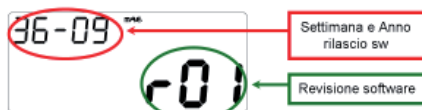
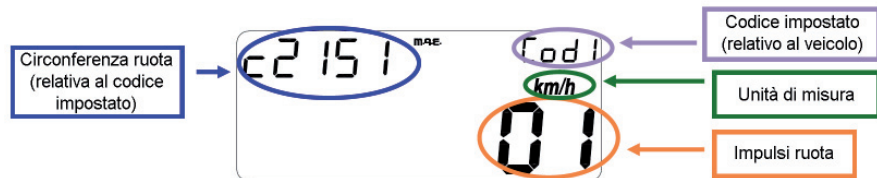

Fig. 17
Fig. 19
- Ia página (cada vez que se conecta con la batería del vehículo): Versión y fecha de lanzamiento del software (durante aprox. 3 segundos) (fig. 17).
- IIIa página (sólo en cada encendido del instrumento): Visualización de los parámetros programados (fig. 19).
- Visualización de las pantallas como se indica en las fig. 17 y fig. 19 durante aprox. 3 seg.